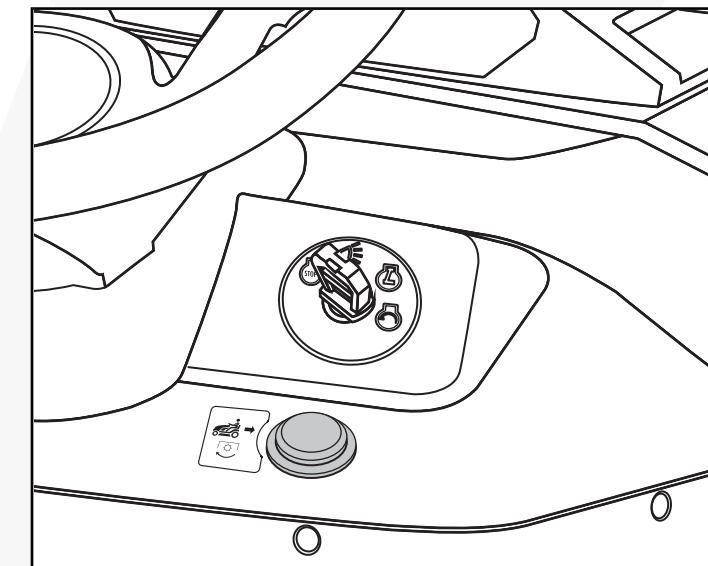

Fig. 24
2. Press and hold M-I-R button. (Fig. 24)